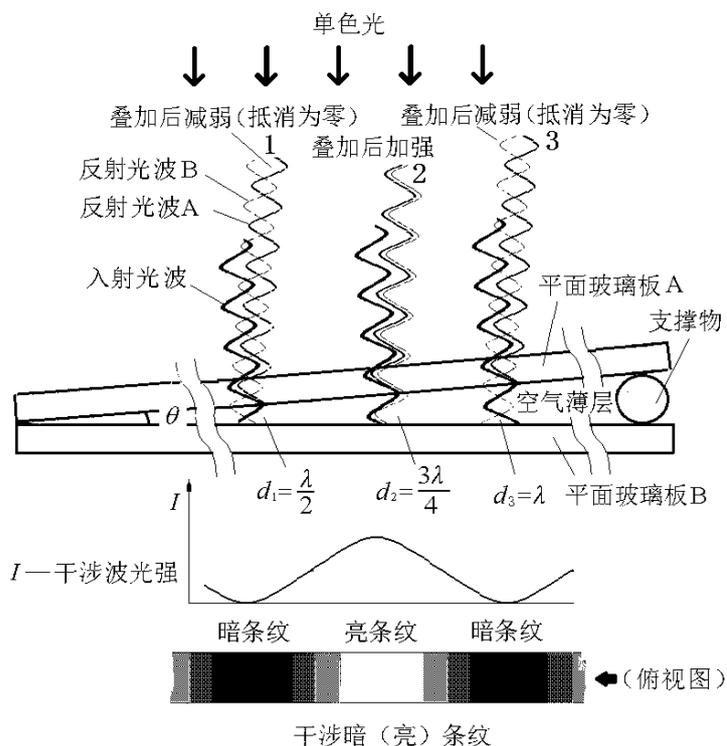
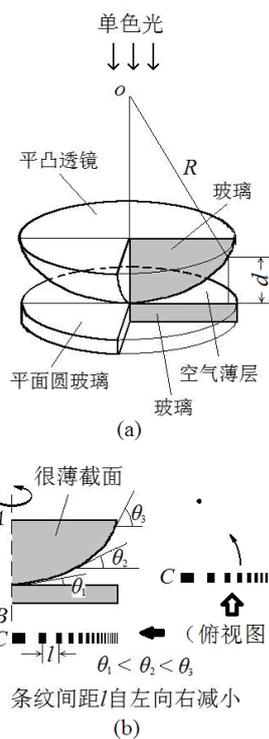

图 12 劈形空气薄层干涉示意图
图 14 弧形空气薄层产生的干涉条纹
如图 12, 两块玻璃板构成一劈形空气薄层, 夹角  $\theta$ 。在两块玻璃板接触点, 空气薄层为零, 但有半波损失。所以出现暗条纹。位置 1 空气薄层厚度  $d_1 = \lambda/2$ , 所以  $2d_1 = \lambda$ , 这里  $k=1$ , 满足式 (5) 条件。又因为两反射波频率相同 (同一入射波), 振幅相近 (空气层薄, 损耗较小), 反射方向相同 ( $\theta$  很小)。叠加后振幅 (或光强) 几乎为零, 得到暗条纹。位置 2 的空气薄层厚度  $d_2 = 3\lambda/4$ , 所以  $2d_2 = 3\lambda/2$ 。这里  $k=2$ , 满足式 (4) 条件。所以两反射波叠加后振幅 (或光强) 加强, 得明条纹。同理, 位置 3 又得暗条纹。
如图 14 (a) 所示，当一块曲率半径  $R$  很大的凸透镜放在一块平面玻璃上面，这时也会看到光的干涉现象。假设在透镜与平面玻璃上取很薄一个截面，上下玻璃之间是空气层。所以会产生干涉条纹，但在这里与前面（图 12）不同之处是上面一块玻璃有一定弧度，所以两玻璃之间的夹角  $\theta$  随位置不同在变化， $\theta$  自左向右增大。当入射波的波长  $\lambda$  一定时，由式 10 关系式很容易得到相邻条纹间距  $l$  自左向右减小，而不是等间隔不变。如果薄截面以  $AB$  轴旋转 360 度，